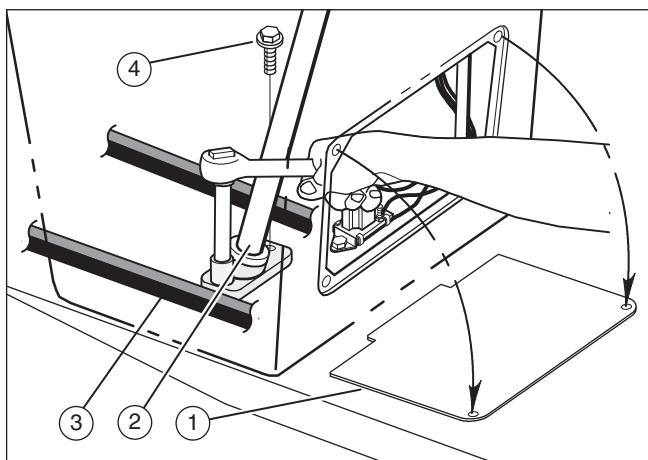

Figure 20
9. Retirer le panneau d'accès (1) (**Figure 20**).
10. Retirer les deux vis (4) qui maintiennent le manche de direction (2). Relever le volant et son manche de direction. Tirer la courroie motrice (3) et le manche de direction.